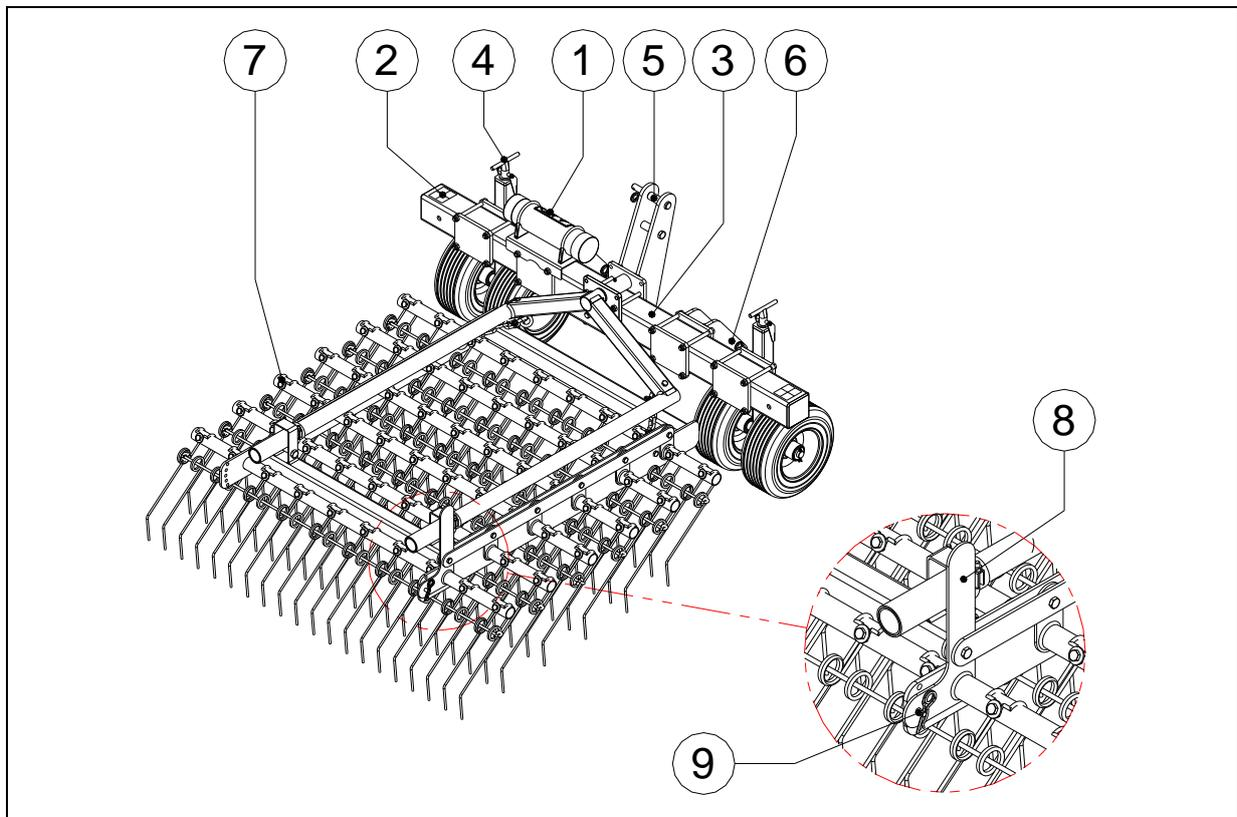

Fig. 7
Dans la figure 7, quelques pièces importantes sont affichées :
1. Le réglage des roues en faisant tourner les broches 4 (Fig. 7) à l'avant de la machine. Réglez les deux côtés de la machine à la même hauteur afin que le terrain puisse être travaillé de la manière la plus égale possible.